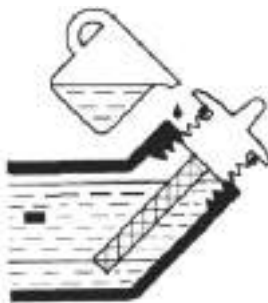

Рис.3. Заправка генератора маслом
7.3.2. Залить масло до уровня, указанного на рис.3.